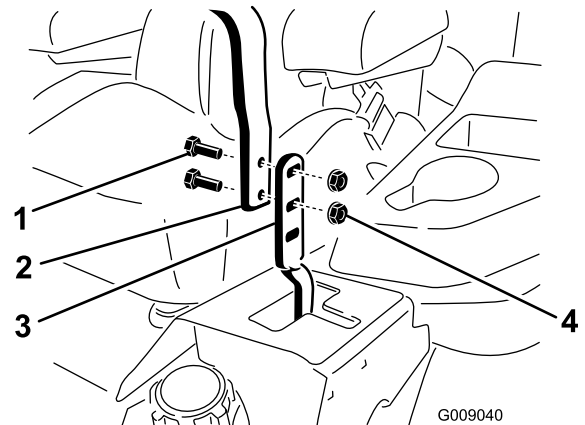

Рисунок 57
- Ослабте болти та фланцеві гайки, встановлені в важелі (Рисунок 57).